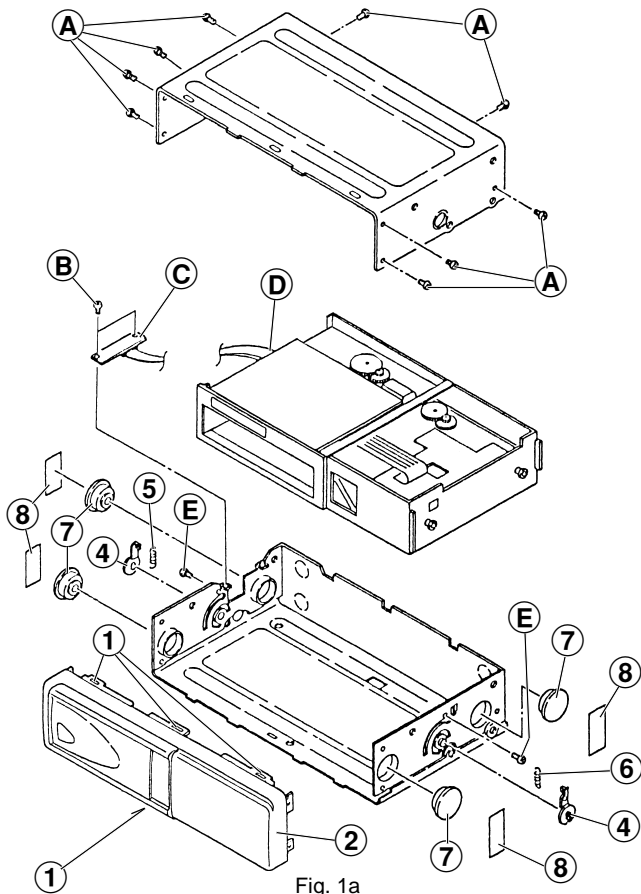

Fig. 1a
Gehäuseoberteil abnehmen (Fig. 1a)
Gehäuseunterteil abnehmen (Fig. 1a)
- Die 2 Schrauben (B) herausschrauben und Anschluss-Platte (C) abnehmen.
- Die 4 Klebstreifen (8) abziehen und die 4 Dämpfer (7) nach aussen herausziehen.
- Die Federn (5) und (6) aushängen.
Hebel (4) ausbauen (Fig. 1a)
- Die 2 Schrauben (E) herausschrauben.
- Die Hebel (4) bis zur Aussparung drehen und nach aussen herausnehmen.
Removing the upper part of the cabinet (Fig. 1a)
Removing the bottom part of the cabinet (Fig. 1a)
- Undo 2 screws (B) and remove the Connection Board (C).
- Remove the 4 pieces of adhesive tape (8) and pull out the 4 dampers (7).
- Unhook the springs (5) and (6).
Removing the levers (4) (Fig. 1a)
- Undo 2 screws (E).
- Turn the levers (4) to the outcut and take them out.